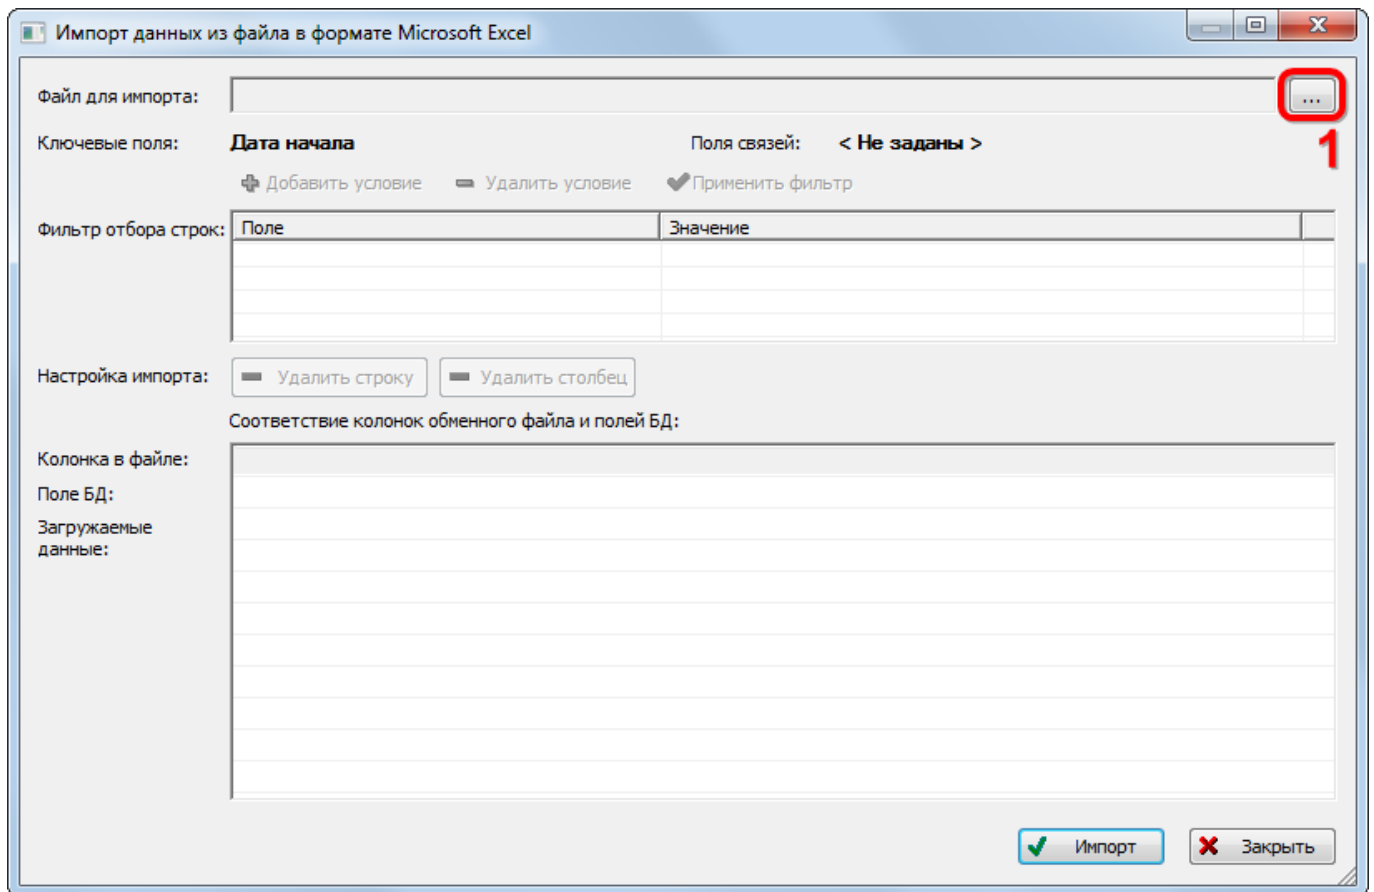

Рис. 28-43 – Окно импорта из файла Excel
В результате откроется окно «Импорт данных из файла в формате Microsoft Excel» (рис. 28-43). Описание назначения полей данного окна приведено в пункте 5.4.6 «Панель «Импорт/экспорт»», стр. 61.
4) Нажать кнопку «Выбрать файл на локальном диске» (1 на рис. 28-43). Откроется стандартное диалоговое окно «Открыть» – выбрать файл и нажать кнопку «Открыть».